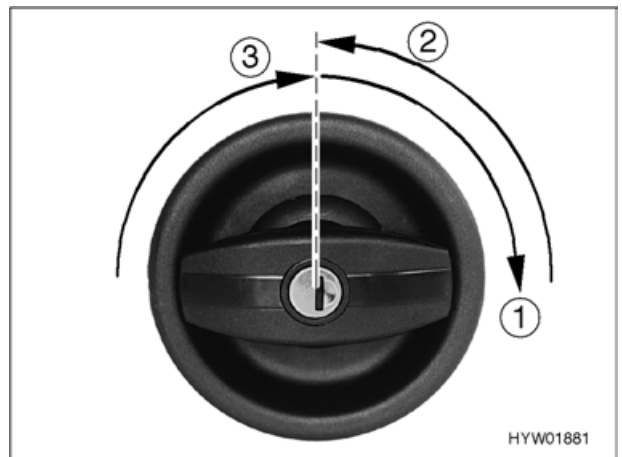

Bild 14 Türschloss Eingangstür, außen, öffnen
- Schlüssel in Schließzylinder stecken und im Uhrzeigersinn drehen (Bild 14,1), bis das Türschloss entriegelt ist.
- Schlüssel in Mittelstellung (Bild 14,2) zurückdrehen und abziehen.
- Türknauf im Uhrzeigersinn (Bild 14,3) drehen, bis Türschloss entriegelt ist.